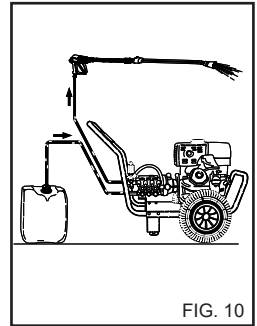

FIG. 10
1) Etter bruk med vaskemiddel må du skylle oppsugingskretsen. Stikk oppsugingsslangen for vaskemiddel (fig. 10) inn en beholder med rent vann og sett i gang pumpen i 1 minutt med doseringskranen helt åpen og lansens i utførselsmodus.
- 4) Etter bruk med vaskemiddel må du skylle oppsugingskretsen. Stikk oppsugingsslangen for vaskemiddel (fig. 10) inn en beholder med rent vann og sett i gang pumpen i 1 minutt med lansen i utførselsmodus.